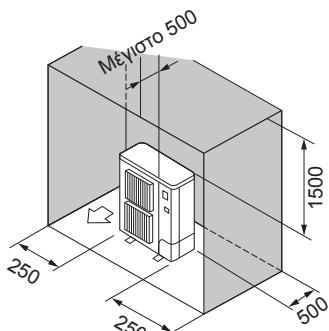

Fig. 2-8
⑥ Εμπόδια στην πίσω, στις δύο πλαϊνές και στην επάνω πλευρά μόνο (Fig. 2-8)